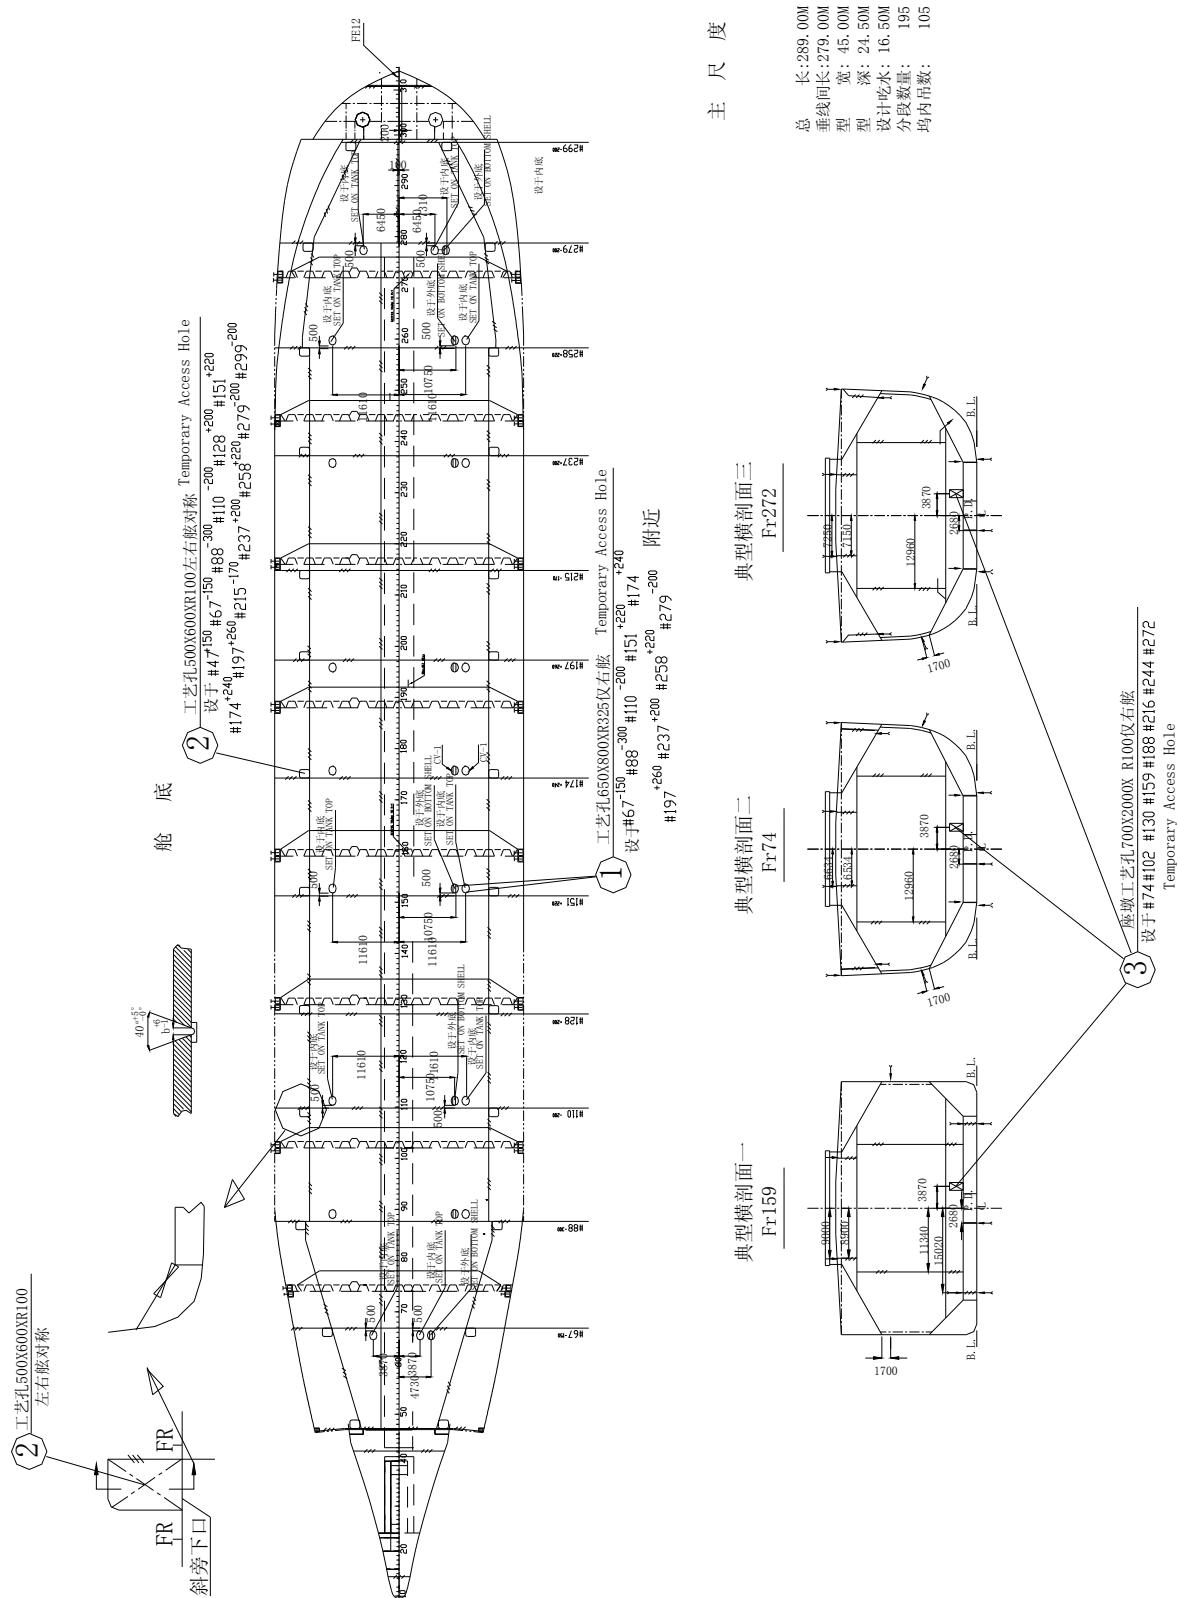

图 A.2 舱底、典型横剖面船体临时通道及工艺孔布置图
4.1.2 临时通风孔：对于有些狭窄部位，只有人孔，但无法对流通风，不利于有毒有害和易燃易爆气体的及时排除，如下边水舱，有必要在设计时考虑开临时通风孔。同时，为方便分段涂装出砂，还需考虑布置出砂孔。参见附录 A 中图 A. 2。
5.2 舱底、典型横剖面临时通道及工艺孔布置图。参见附录 A 中图 A.2。
- 图 A.2 舱底、典型横剖面船体临时通道及工艺孔布置图。